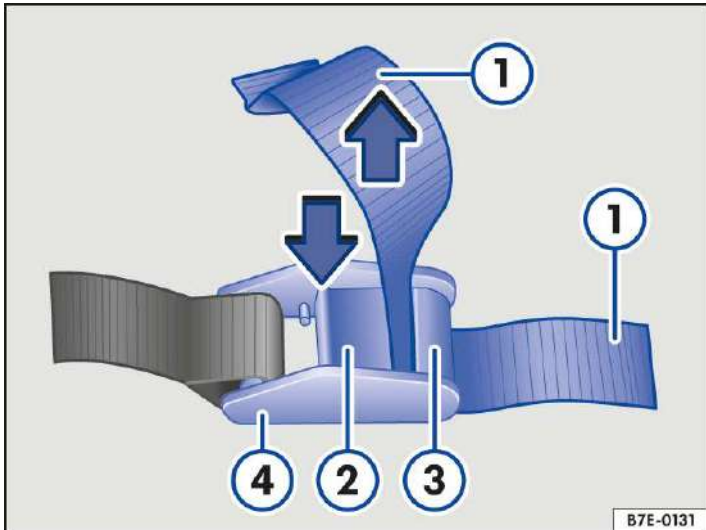

Abb. 1 Klemmgurt festziehen.
1. Vor dem Festziehen prüfen: Der Hebel → Abb. 1 (2) darf nicht auf der Ladung, sonstigen Kanten oder hervorstehenden Gegenständen aufliegen.
2. Hebel → Abb. 1 (2) der Klemmschnalle (4) drücken und gedrückt halten.